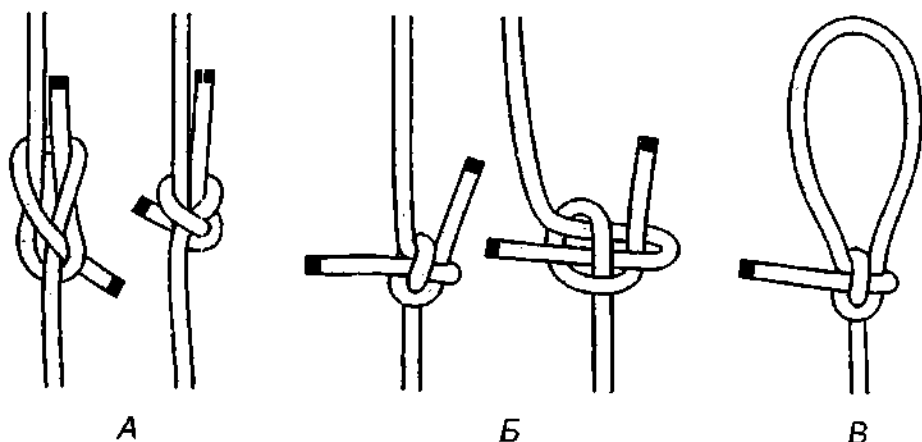

Рис. 863. А – *сибирский шкот* перед затягиванием; Б – *сибирский шкот* затянутый, вывернутый и готовый к работе; В – *казачий узел*.
*Сибирский шкот* – простенький, но очень полезный узел в некоторых ситуациях (рис. 863). На первый взгляд узел не вызывает доверия, так как он завязан как неправильный *диагональный шкотовый узел*, поэтому кажется хлюпким и ненадёжным. Но это только на первый взгляд.
По свойствам *сибирский шкот* близок *казачьему узлу* (рис. 863 В, В). Он не ползёт, держит на гладкой синтетике и на мокрой верёвке, легко запоминается, вяжется быстрее *шкотового узла* и, хоть и тугой, без труда развязывается. Перед работой *сибирский шкот* необходимо хорошенько затянуть, узел должен деформироваться и принять вид треугольника (рис. 863 Б), иначе конец II может выскользнуть, и узел развяжется (рис. 864 А). *Сибирский шкот* сильно затягивается после большой нагрузки. Чтобы ослабить и